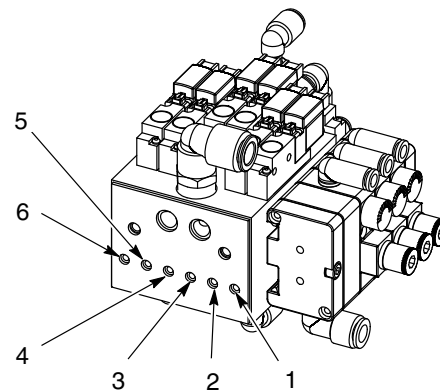

Bild 7 Fördelare för Encore HD pump med portfunktioner
Se bild 7. Encore "High-Density powder, Low-Volume air" (HD) pulvermatningspump transporterar nogga bestämda pulvermängder från en matningskälla till en pulverspraypistol. Pumpfördelaren styr luftflödet in i, och ut ur pumpen.